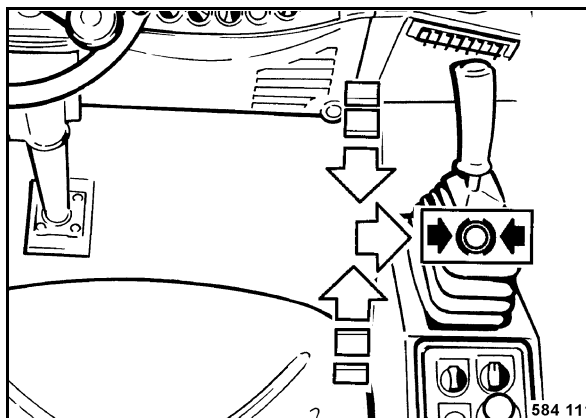

Fig. 61
- Desplazar la palanca de marcha (Fig. 61) poco a poco a posición "neutral", y encajarla hacia la derecha en posición de freno.